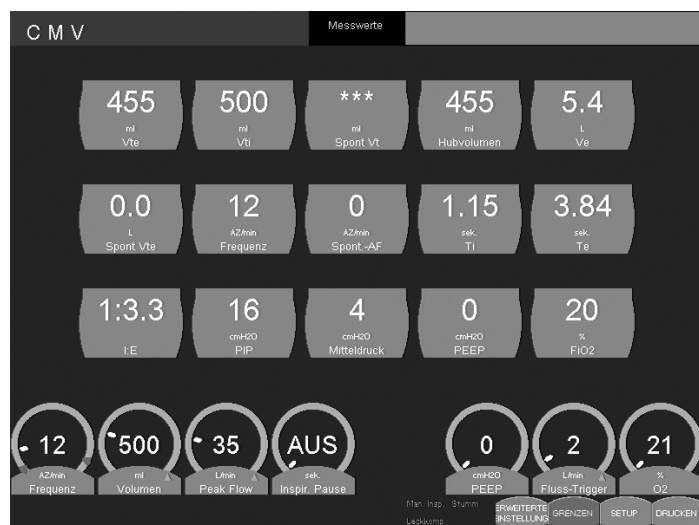

Abbildung 4.7 Überwachungsbildschirm
2. Das Auswahlfeld für den Bildschirm wird angezeigt (siehe Abbildung 4.7).